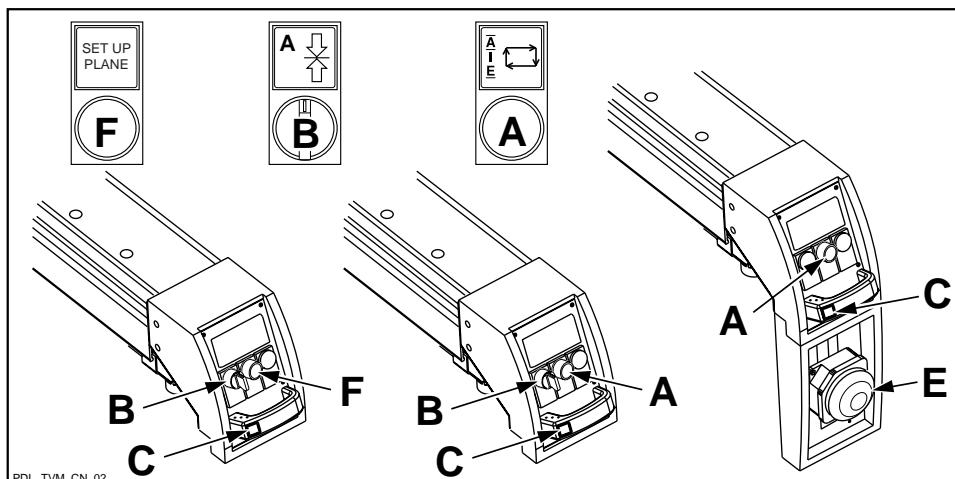

Fig. 6
- I pulsanti A (Fig. 6) comandano lo start ciclo (un pulsante per ogni campo di lavoro)
- Premere il pulsante F (Fig. 6) di start Set-Up